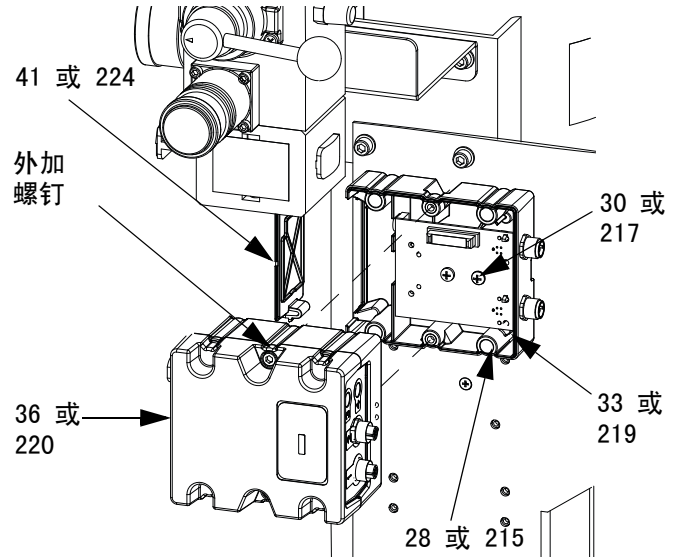

图 55: 卸下 FCM
4. 从基座 (33 或 219) 上卸下螺钉 (28 或 215) 和接地螺钉 (30 或 217)。请参见图 55。
7. 将选择器开关设置为用于柱塞 A 的“**A**”或用于柱塞 B 的“**B**”。请参见图 55。